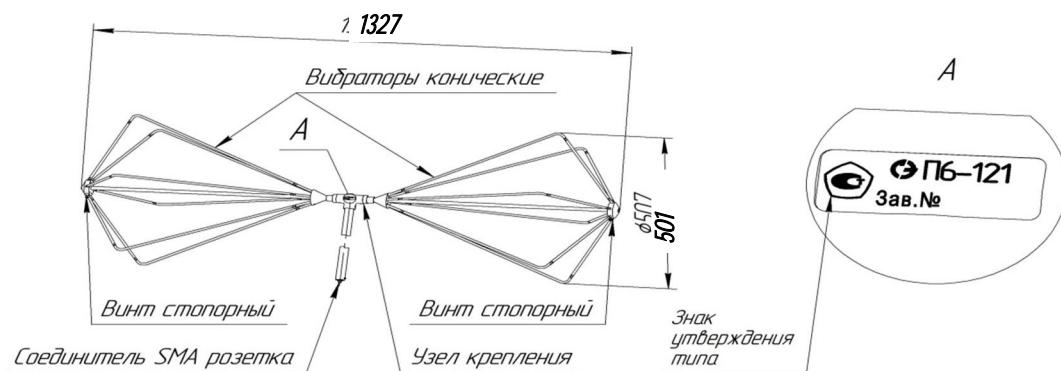

Рисунок 1 – Общий вид антены П6-121 в развёрнутом положении.
Общий вид антены П6-121 в развёрнутом положении приведен на рис. 1.
5.2.2 Монтаж складной антенны П6-121 производится в соответствии с рис. 1 в следующей последовательности: